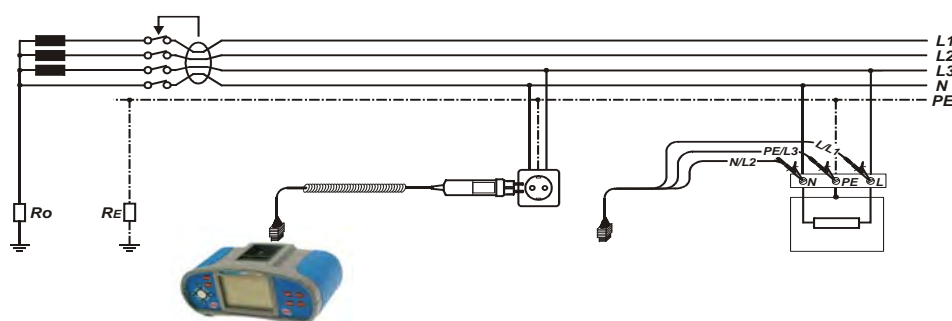

Abb. 5.12: Anschluss des Taster-Steckers und Universalprüfkabels
- ☐ Schließen Sie die Prüfleitungen an die zu prüfende Anlage an (siehe Abb. 5.12).
- ☐ Schließen Sie die Prüflleitungen an die zu prüfende Anlage an (siehe Abb. 5.12).
- Schließen Sie die Prüfleitungen an die zu prüfende Anlage an (siehe Abb. 5.12).
<ul style="list-style-type: none"> <input type="checkbox"/> Wählen Sie die RCD-Funktion. <input type="checkbox"/> Stellen Sie Unterfunktion AUTO ein. <input type="checkbox"/> Stellen Sie Prüfparameter (falls notwendig) ein. <input type="checkbox"/> Schließen Sie den Prüfkabel an das Instrument. <input type="checkbox"/> Schließen Sie die Prüfspitzen an die zu prüfende Anlage an (siehe Abb. 5.12). <input type="checkbox"/> Drücken Sie die TEST-Taste. 	Beginn der Prüfung